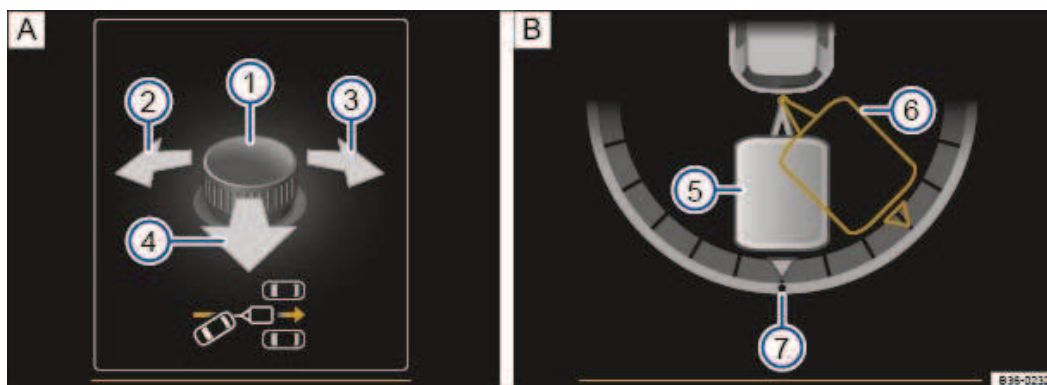

Fig. 145 Dans l'afficheur du combiné d'instruments : utilisation de l'assistant aux manœuvres avec remorque.
Légende de la ⇒ Fig. 145 :
- Manœuvrez la commande jusqu'à ce que la position souhaitée soit atteinte. Pour vous permettre de vous orienter, l'attelage est représenté dans sa position actuelle sur l'afficheur du combiné d'instruments → Fig. 145 .
- Si nécessaire, corrigez l'angle avec la commande → Fig. 145 .